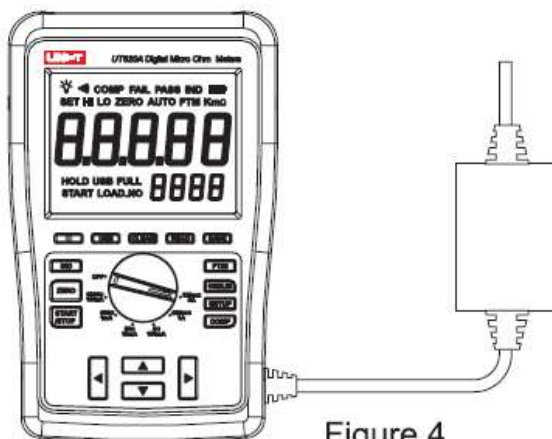

Figure 4
1. Rotiti comutatorul rotativ de pe pozitia OFF pe oricare domeniu de rezistenta, pe ecran va apare „AUTO Ω ” si „----”, pe afisajul principal (fig. 4):
2. Introduceti adaptorul de alimentare in conectorul corespunzator (vezi fig. 4):